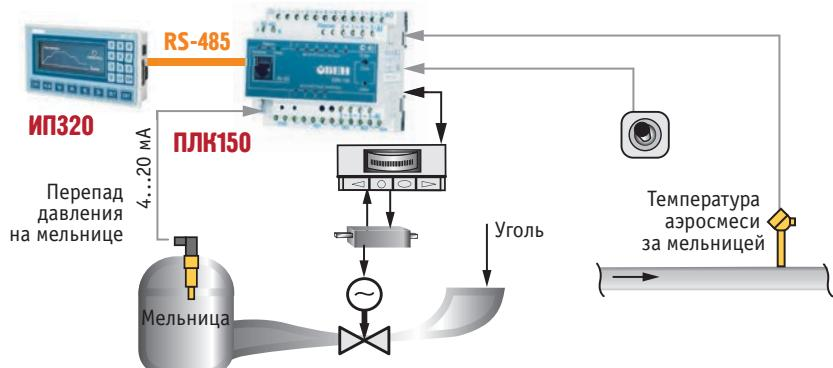

Рис. 2. Система автоматического регулирования загрузки мельницы
- » загрузки мельницы, 2 контура (рис. 2);